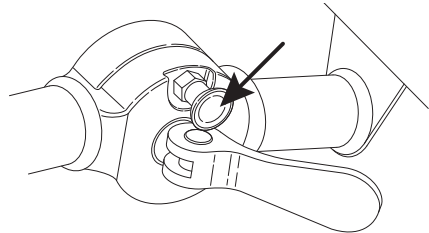

Abb. 7
1. Für den Gebrauch klappen Sie die Deichsel soweit nach außen, bis der kleine Stift mit dem roten Knopf in das Gelenkteil einrastet (Abb. 7).